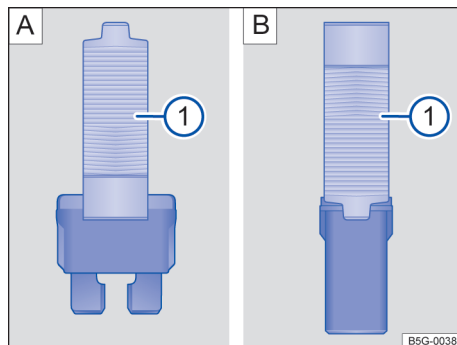

Fig. 175 Retirar o colocar el fusible con la pinza de plástico: **A**: fusible plano, **B**: fusible de bloqueo.
- De ser necesario, retirar la pinza de plástico → fig. 175 ① de la cubierta de la caja de fusibles.
- De acuerdo con la versión del fusible, colocar las garras adecuadas del alicate plástico → fig. 175 [A] ① o → fig. 175 [B] ① de forma lateral en el fusible.
- Si el fusible está quemado, sustituir el fusible por uno nuevo de la *misma* intensidad de corriente (mismo color e inscripción) y del *mismo* tamaño → ①.